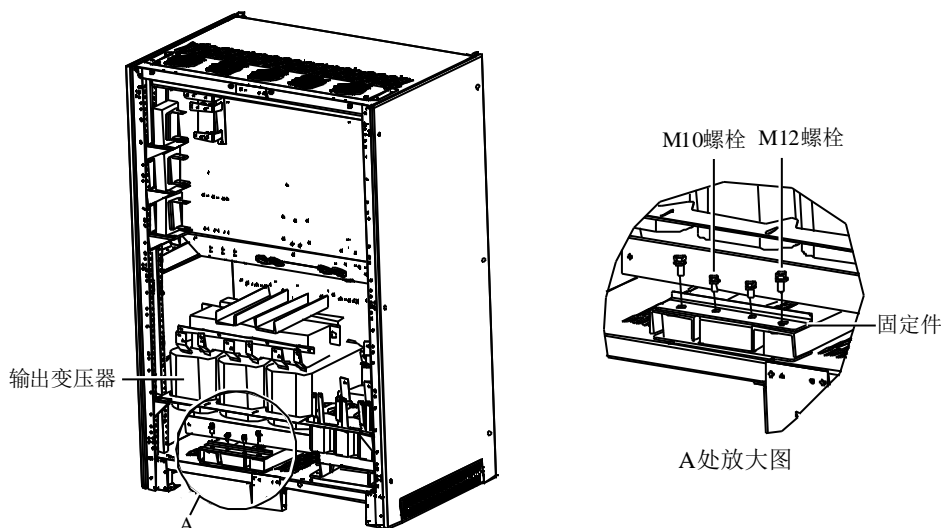

图4 拆除输出变压器固定件
2. 取下机柜后门板，露出输出变压器，如图 4 所示。注意保留拆下的螺钉。
3. 输出变压器底部前后侧各一固定件，后侧固定件位置如图 4 所示。拆除输出变压器后侧固定件固定螺栓，分别拆开中间 2 个 M10 螺栓和两侧 2 个 M12 螺栓；再通过步骤 1 拆开的安装孔处拆卸输出变压器前侧固定件中间 2 个 M10 螺栓和两侧 2 个 M12 螺栓。